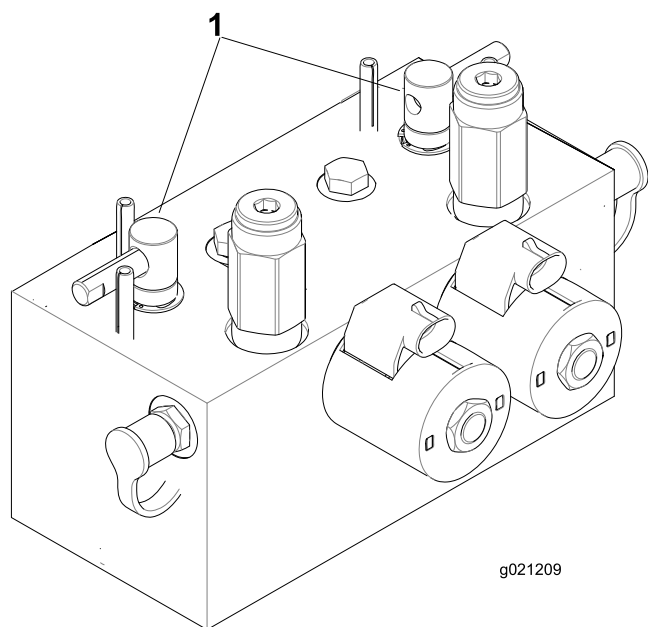

図 97
2. ラッチのロックを外してフードを開けるとバックラップレバーが見える 図 97。
5. バックラップレバーで、前のカッティングユニット又は後ろのカッティングユニット、あるいは両方を選択する 図 97。